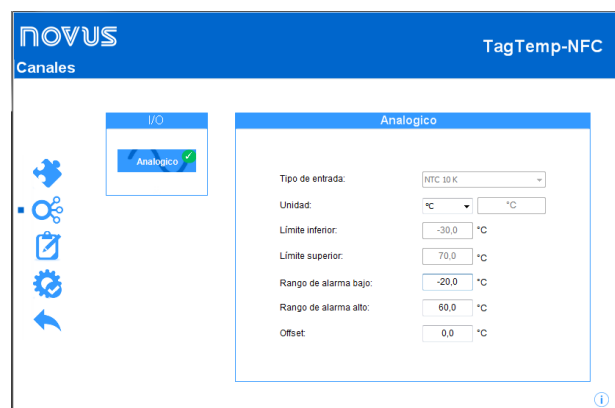

Fig. 29 – Pantalla de Canales
**Seguridad:** Esta opción permite cambiar, crear o suprimir una contraseña. La contraseña debe tener 4 dígitos. En la **Fig. 29** se muestra la pantalla de creación y cambio de contraseña.